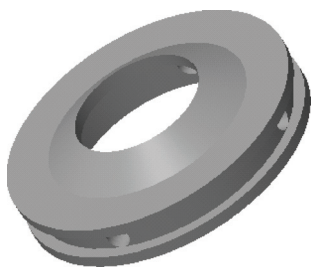

图 12-19 打开模型文件
STEP 01 单击快速访问工具栏中的“打开”按钮, 打开模型文件, 如图 12-19 所示。